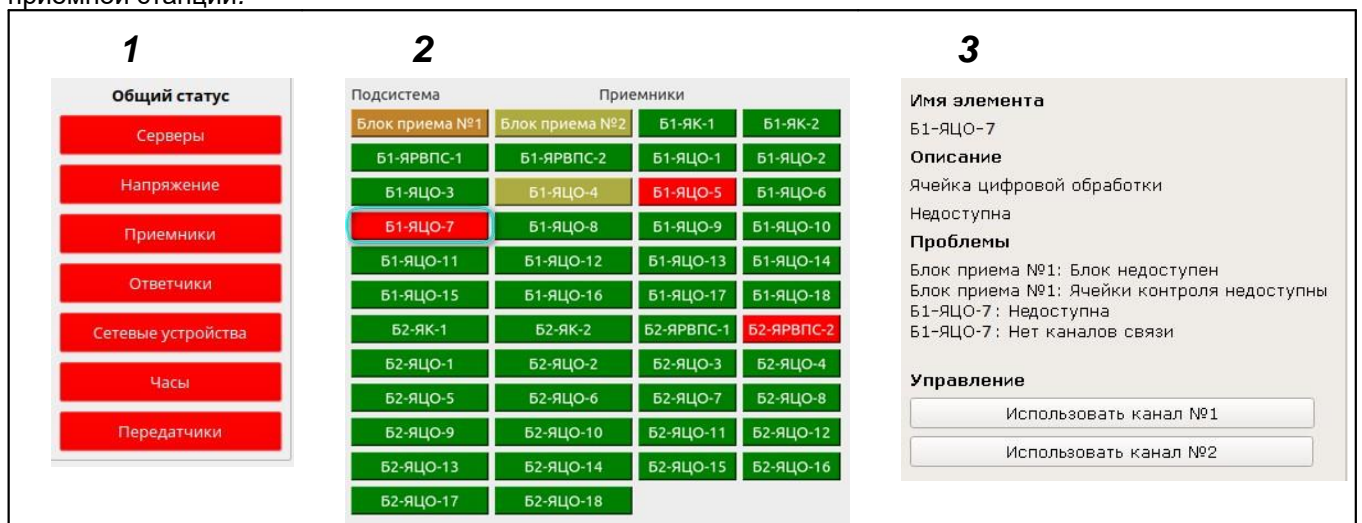

Рисунок 17
На составном скриншоте (рис. 17) представлена последовательность действий (1 и 2) для открытия окна мониторинга (3) *Б1-ЯЦО-7* – ячейки цифровой обработки №7 Блока вычислительного №1 и связанной с ней приемной станции.
**Область мониторинга** (3 на рис. 17) предоставляет текстовые данные о состоянии выбранного элемента. В поле *Проблемы* выводятся причины, вызвавшие отклонения от штатного режима работы.